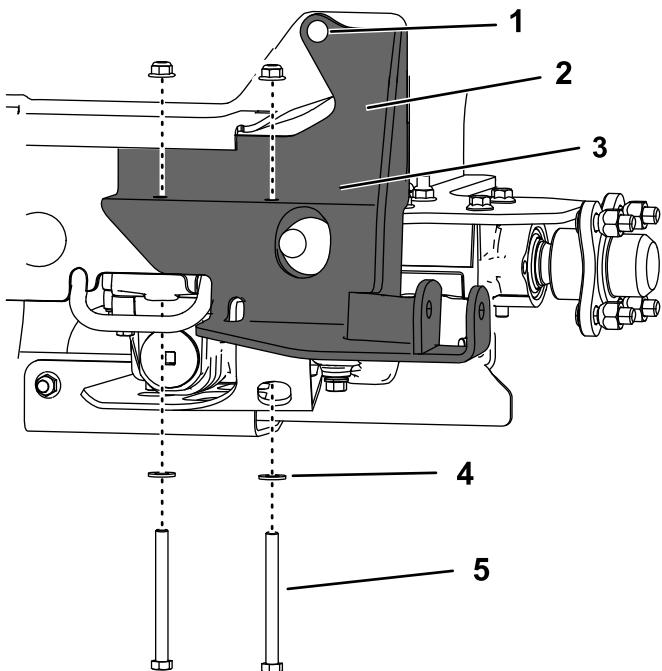

Figura 10
6. Instale o suporte de montagem inferior na transmissão utilizando as duas porcas que removeu, duas anilhas de cabeça chata e dois parafusos (3/8 pol. x 4 pol.) como se mostra na Figura 10.